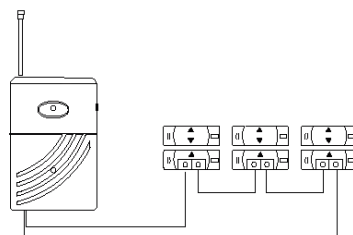

Fig. 4
Sie können weitere Reedkontakte (z.B. MK01) oder auch andere Öffnerkontakte (NC) anschließen. Hierbei müssen die Kontakte in Serie miteinander verbunden werden.(Fig.4)
Vous pouvez raccorder d'autres contacts à lames souples (par exemple MK01) ou d'autres contacts magnétiques en indicateurs d'ouverture (NC). Pour ce faire, les contacts doivent être connectés les uns aux autres en série. (Fig.4)